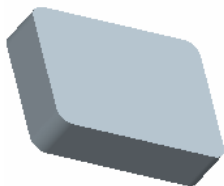

图 5.38.34 拉伸 1
Step2. 创建图 5.38.34 所示的拉伸特征 1。在操控板中单击“拉伸”按钮 。选取 FRONT 基准平面为草绘平面，选取 RIGHT 基准平面为参考平面，方向为 **右**；单击 **草绘** 按